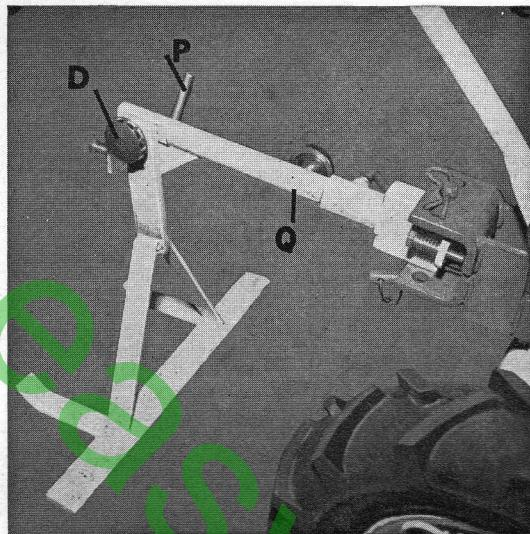

Fig. 19
- Monter la lame pareuse d'allées et la fixer à l'aide de la vis D et de la vis à poignée P (fig. 19).